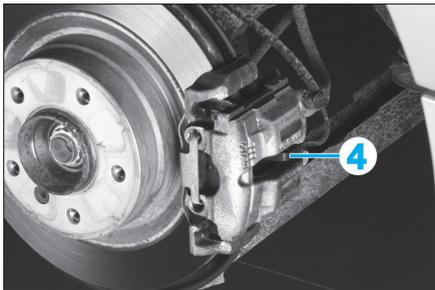

Fig. 17
- Côté droit, déposer le capteur d'usure (4) des plaquettes de frein (Fig.17).